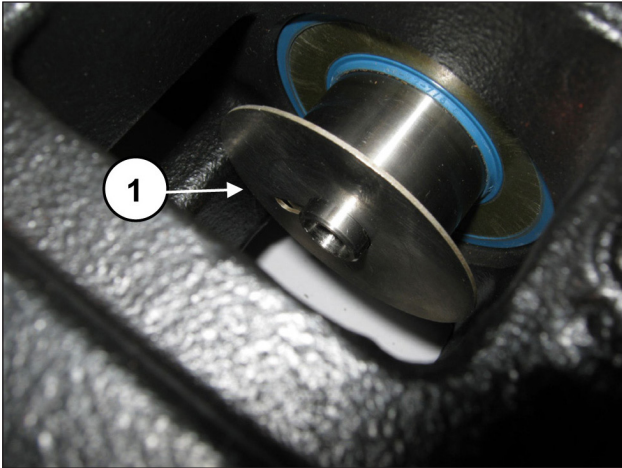

Abb. 186
Montieren Sie den Spritzschutzringe in die Aufnahme an der Kolbenführung (Pos. ①, Abb. 186).